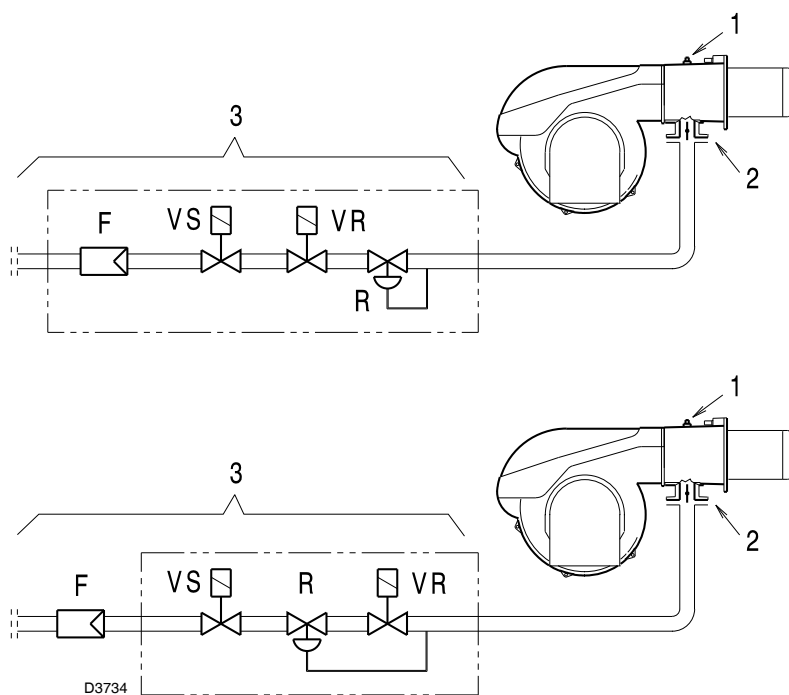

Fig. 40
Presión de gas medida en la toma 1)(Fig. 40), con:
Pérdida de carga en válvula de mariposa del gas 2)(Fig. 40) con apertura máxima: 90°.
Pérdida de carga en rampa 3)(Fig. 40) que comprende:
- Restar a la presión del gas en la toma 1)(Fig. 40) la presión de la cámara de combustión.
- Presión de gas en la toma 1)(Fig. 40) = 8 mbar
En cambio, para conocer la presión necesaria de gas en la toma 1)(Fig. 40), una vez fijada la potencia MÁX a la que se desea que funcione el quemador:
- Leer a la derecha, en la columna 1, la presión en la toma 1)(Fig. 40).
presión necesaria en la toma 1)(Fig. 40).